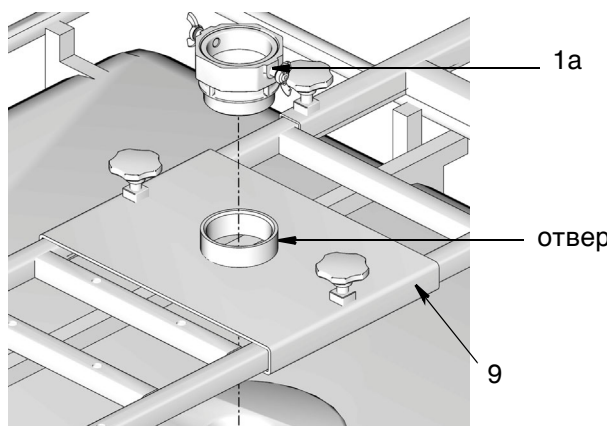

Рис. 9
2. Только для моделей со стандартной трубной резьбой **NPT** и с цилиндрической резьбой **BSPT**: нанесите резьбовой герметик на резьбу всасывающей трубки или шланга (3), затем вставьте конец всасывающей трубки или шланга в корпус входа насоса (1) (Рис. 9).